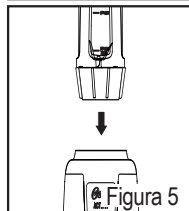

Figura 5
8. Introduzca el vaso sobre la base del motor (Figura 5).